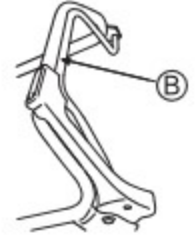

Fig. 6
4. Poussez le Levier d'embrayage (B) vers l'avant pour commencer à tondre. (Voir Fig. 6)